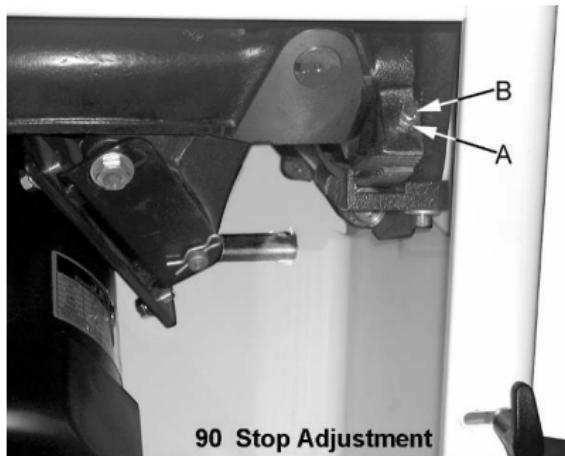

Рис. 18
5. Если пильный диск не под углом 90 градусов, откройте крышку двигателя, ослабьте контргайку (А см. рис. 18) и поверните стопорный винт регулировки (В, рис. 18) на передней цапфе во внутрь или наружу. Регулировочный винт следует прекратить вращать на переднем кронштейне цапфы, когда пильный диск находится в 90 ° к столу.
6. Затяните контргайку (А см. рис. 18).